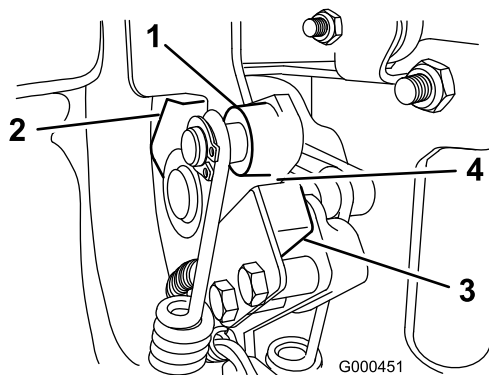

Figura 33
2. Engrane la palanca de tracción hasta que entre en contacto con el tope de punto muerto (Figura 33).
3. Afloje las fijaciones del interruptor de seguridad (Figura 33).
4. Coloque un suplemento de 0,8 mm de grosor entre la palanca de tracción y el interruptor de seguridad (Figura 33).